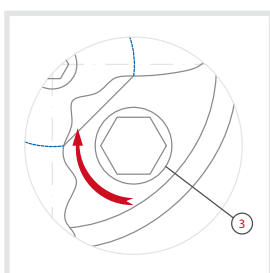

Bild 3.1
- Die zwei Sicherungsnennsechskantschrauben ISO 4762-M3x12 (siehe Teilzeichnung Nr.3) müssen vollständig, in Drehrichtung links herum (siehe Teilzeichnung Bild 3.1), aus der Druckplatte (siehe Teilzeichnung Nr.4) des Thermalauslösers gedreht und entfernt werden.